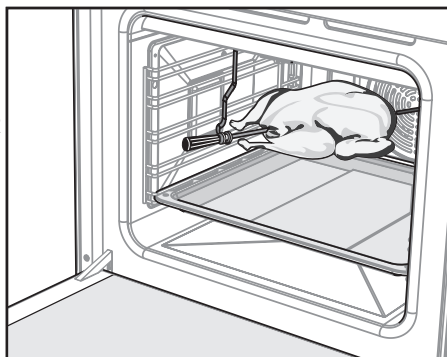

Рис.25
- Насадите на штык кусок мяса или тушку птицы (привязав крылья и ноги к тушке) и закрепите его вилками посредством крепежных винтов. Штык вертела располагается по диагонали внутри духовки. Закрепленный на штыке кусок мяса должен находиться точно под грилем (рис. 25).